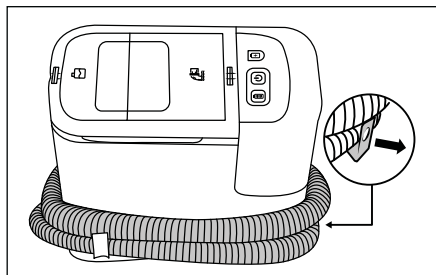

Fig. 4
- ◆ Retirez le support de flexible **15** de l'appareil. Enroulez le flexible de pulvérisation/aspiration **19** autour de l'appareil et servez-vous en même temps des supports de flexible **15/16** (voir fig. 4).